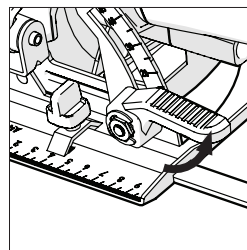

Fig. 13
- Allentare il meccanismo di bloccaggio smusso che si trova sul lato anteriore dell'utensile, tirando verso l'alto la leva. (Fig. 13)